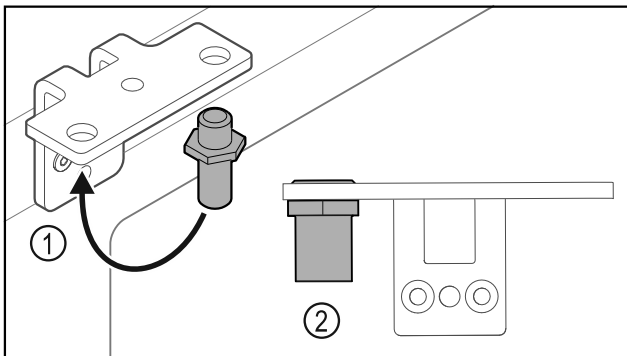

Fig. 26
- Bolzen Fig. 26 (1) im Scharnierwinkel umsetzen.
- Bolzen Fig. 26 (2) mit **Drehmoment von 12 Nm** anziehen.